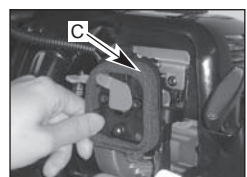

Fig. 21
1. Détacher le bouton (A) en tenant le filtre à air en place enlever le couvercle (B) et soulever le filtre (C) du boîtier (Fig. 20 & Fig. 21).